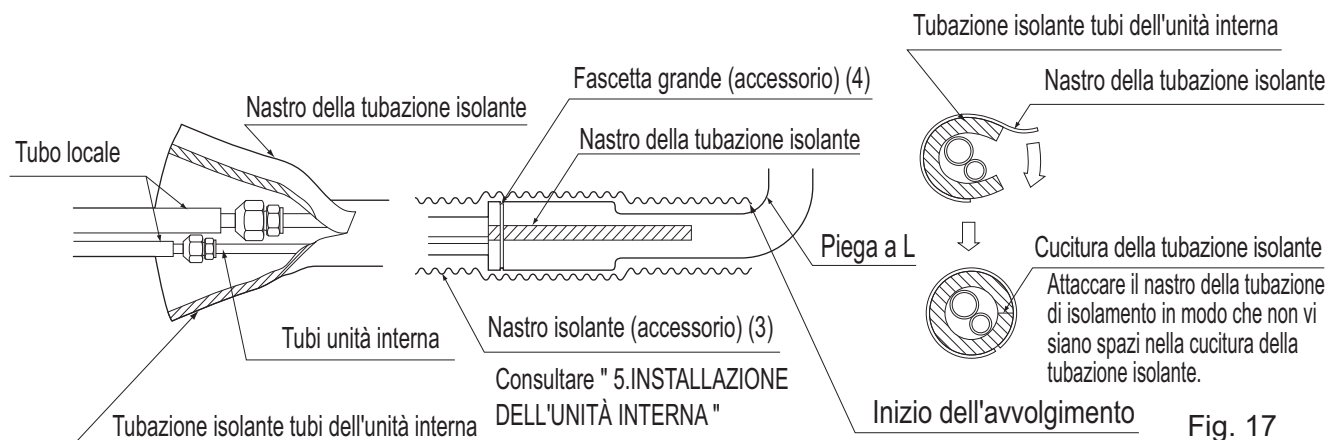

Fig. 17
- Dopo aver finito la verifica delle connessioni delle tubazioni, eseguire l'isolamento termico con la tubazione isolante tubi supplementari e nastro isolante (3). Il nastro isolante (3) deve essere avvolto dalla piega a L fino all'estremità situata all'interno dell'unità. **(Fare riferimento alla Fig. 17)**